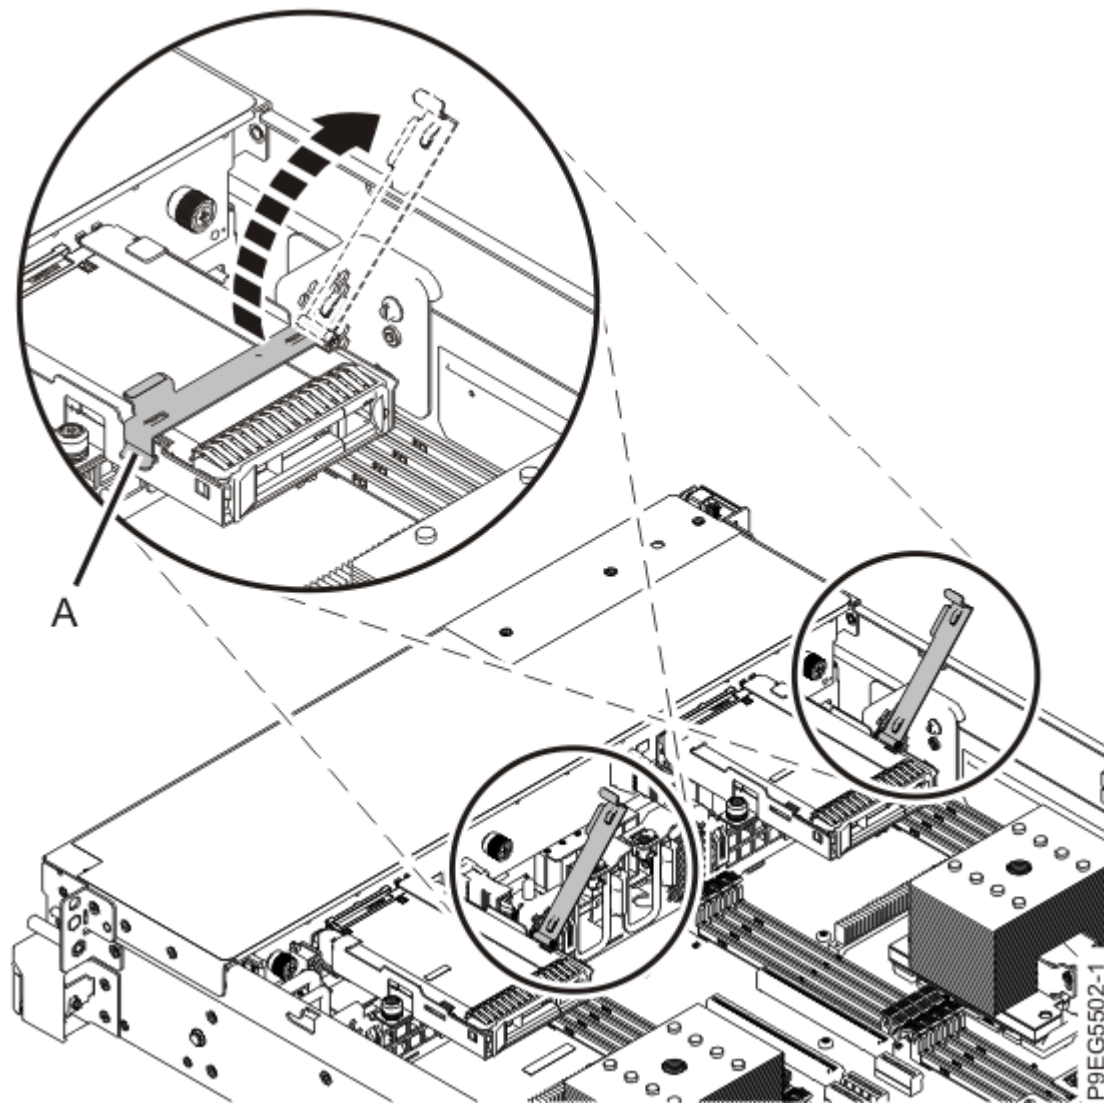

Abbildung 6. Laufwerkhalterung öffnen
- a) Öffnen Sie die Laufwerkhalterung (**A**) (siehe Abbildung 6 auf Seite 8).